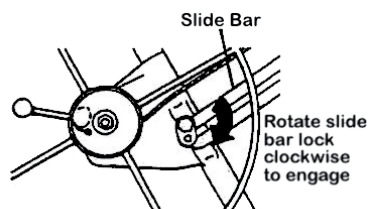

Figure 5
- d. Wenn die Winde voll ausgefahren (weg vom Stativ) ist, den Bremshebel loslassen und den Haltehaken ausschwenken, sodass er nicht mehr die Teleskop-Teile innerhalb des Stativs blockiert. (Figure 5)
5. Drücken Sie die Winde leicht zurück gegen das Stativ. Dies aktiviert automatisch die Schiebesperre und die Winde bleibt voll ausgefahren. (Figure 5) **WICHTIG:** Bevor Sie weiter machen, prüfen Sie, dass die Schiebesperre eingerastet ist - das heißt so weit wie möglich im Uhrzeigersinn gedreht ist.